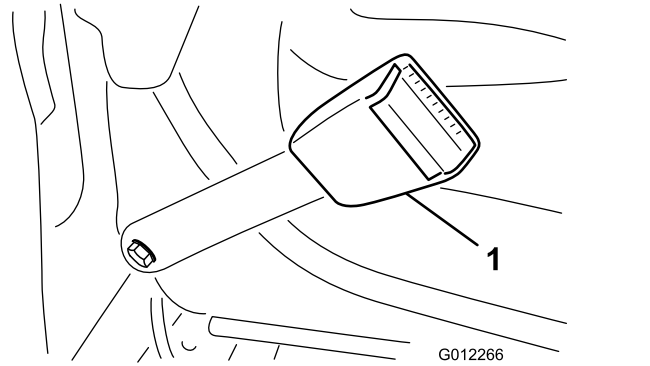

Figure 6
1. Fixez l'extrémité de chaque moitié de la ceinture de sécurité dans les trous au dos du siège au moyen de 2 boulons (7/16 x 1 po), rondelles plates (7/16 po) et rondelles-freins (7/16 po) (Figure 6).